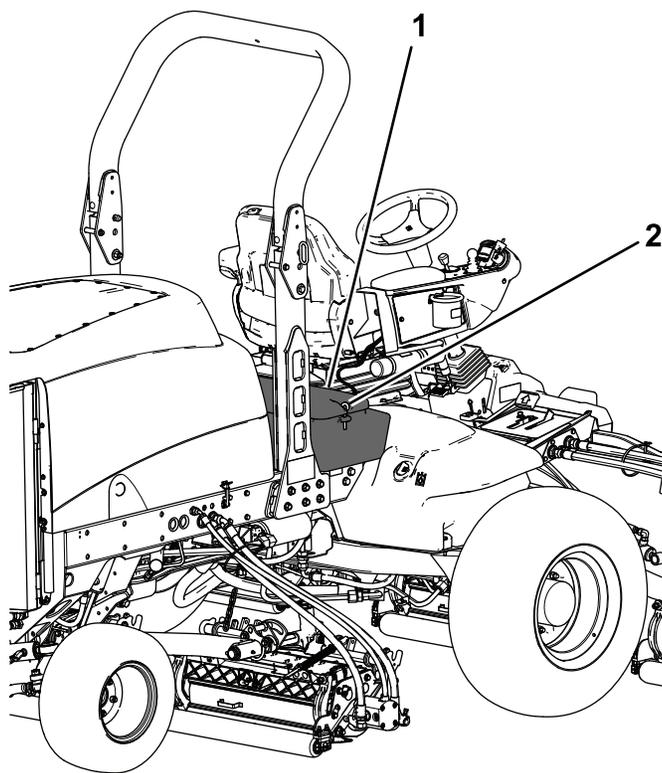

Рисунок 85
2. Откройте защелки и поднимите панель консоли оператора (Рисунок 85).